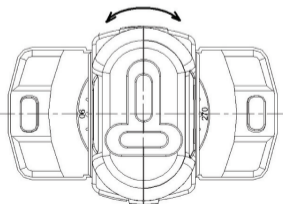

Fig. 7
7. Поверните прибор согласно необходимому углу ориентируясь на указатель и оцифрованный лимб (рис.7).